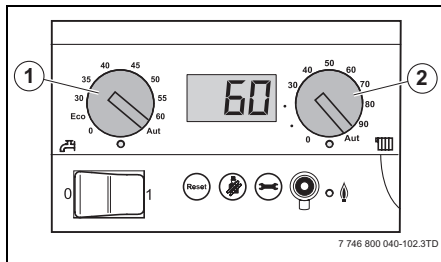

Bild 8 Kontrollpanel på grundkontroll
- Ställ strömbrytaren (→ bild 8, [3], sidan 27) på kontrollpanelen på "1" (på).